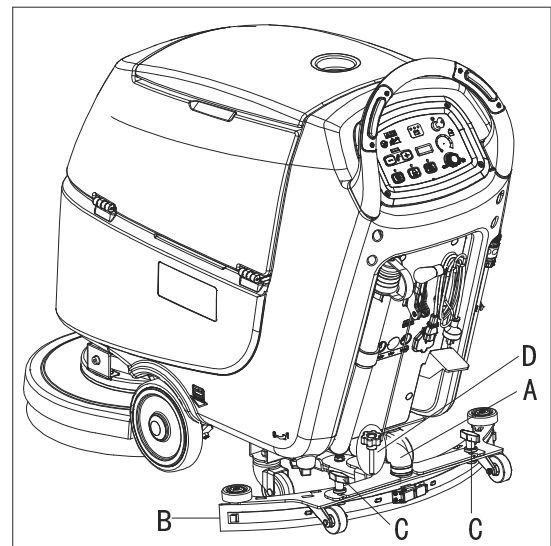
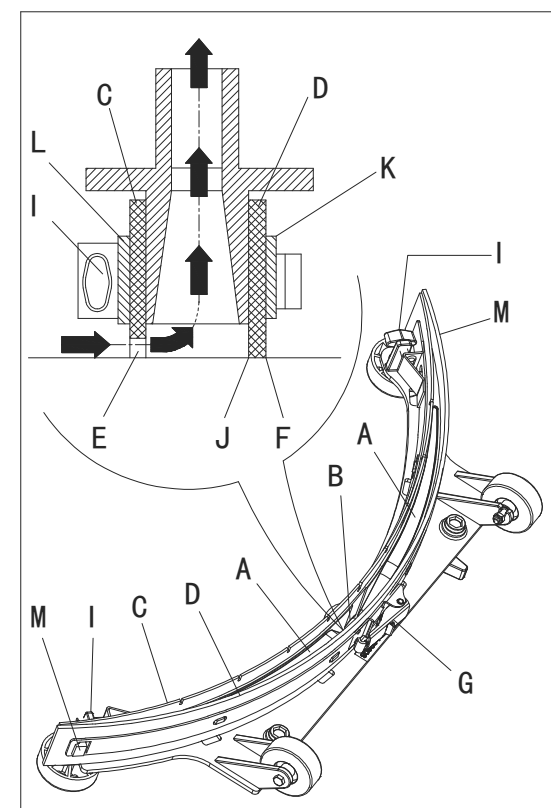

Abbildung 21
Abbildung 22
2. Überprüfen Sie, dass die Kanten (E, Abb. 22) des vorderen Blatts (C) und die Kanten (F) des hinteren Blatts (D) auf gleicher Ebene liegen, entlang ihrer Länge. Passen Sie deren Höhe nach dem folgenden Verfahren an, falls erforderlich:
- Entfernen Sie die Verbindungsstange (G), lösen Sie die Befestigungselemente (M) und passen Sie das hintere Blatt (D) an, dann legen Sie die Befestigungselemente (M) ein und installieren Sie die Verbindungsstange (G).
- Lösen Sie die Knöpfe (I) und passen das vordere Blatt (C) an. Ziehen Sie dann die Knöpfe fest an.
3. Überprüfen Sie das vordere Blatt (C) und das hintere Blatt (D) auf Verschleiß, Schnitte und Risse. Ersetzen sie diese nach folgender Vorgehensweise, falls erforderlich. Überprüfen Sie, ob die vordere Kante (J) des hinteren Blatts (D) nicht abgenutzt ist. Drehen Sie die Klinge um, um die abgenutzte Kante mit einer ganzheitlich abschließenden zu ersetzen, falls erforderlich. Falls die anderen Kanten ebenfalls abgenutzt sind, ersetzen Sie das Blatt nach der folgenden Vorgehensweise:
- Entfernen Sie die Verbindungsstange (G), lösen Sie die Befestigungselemente (M) und entfernen Sie die Halteleiste (K), ersetzen/kippen Sie dann das hintere Blatt (D). Montieren Sie das Blatt in umgekehrter Reihenfolge der Demontage.
- Schrauben Sie die Knöpfe (I) ab und entfernen die Halteleiste (L), ersetzen Sie dann die vordere Klinge (C). Montieren Sie das Blatt in umgekehrter Reihenfolge der Demontage. Nach dem Blattwechsel (oder Umkippen), passen Sie die Höhe an, wie im vorherigen Schritt gezeigt.
4. Verbinden Sie den Vakuumschlauch (A, Abb. 21) mit dem Gummiabzieher.
5. Installieren Sie den Gummiabzieher (B) und verschrauben Sie die Knöpfe (C).
6. Falls erforderlich, passen Sie den Balance-Einstellknopf des Gummiabziehers (D) an.